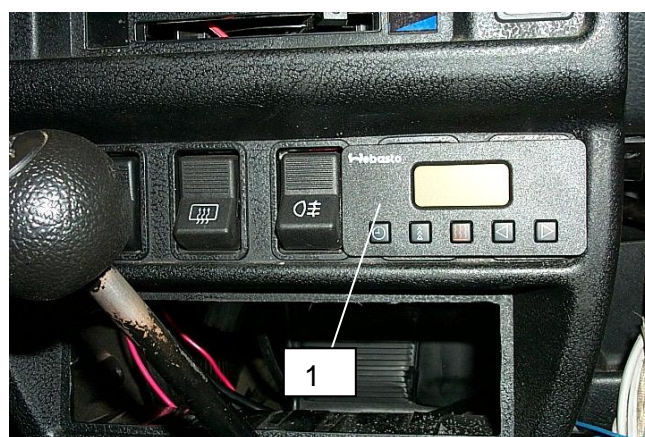

Рис.11
- вставить таймер в гнездо заглушки (рис.11)